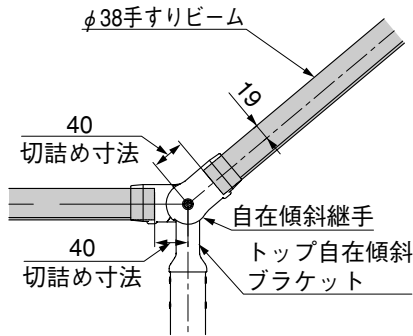

図1-1
- ① 図1-1を参照して $\phi 38$ 手すりビームを切詰めてください。